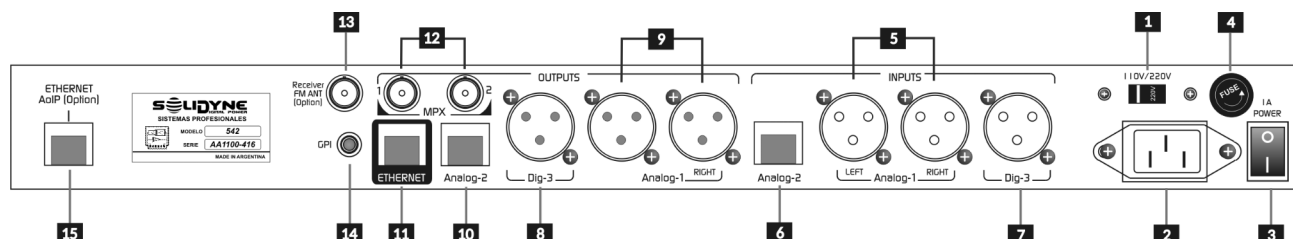

Figura 1- Panel trasero
1. El procesador 542APC debe estar **conectado a la LAN** a través del puerto **Ethernet de control** (ver a continuación ref.11 en Figura 1).
El equipo se enciende desde un **interruptor principal** (ver **3** en figura 1).
La GPI utiliza un conector tipo **RCA** ubicado en el panel trasero (ver Figura-1 **14**). La conmutación se produce cuando la entrada **recibe tensión (9-14 VCC)**. Cuando esto sucede, el equipo conmuta el preset actual a un preset de voz predeterminado. El cambio se puede verificar en la pantalla OLED del 542APC que indica el preset usado en cada momento. Cuando la tensión en la entrada GPI es cero, el equipo retorna al preset anterior.